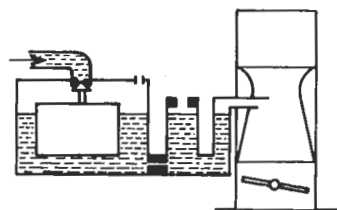

Fig. 16.10. Principe de la mise en dérivation.
b) Mise en dérivation (fig. 16.10) : le gicleur principal est placé **en amont** d'un **circuit d'air** comportant **deux chambres**, l'une soumise à la **pression atmosphérique** et l'autre placée dans la chambre de carburation et soumise aux **variations de pression**.